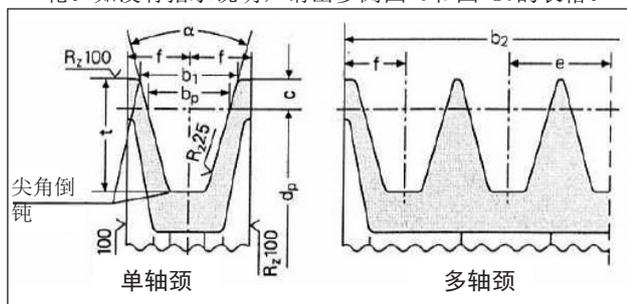

图 9
- a) 使用皮带制造商说明/建议轴颈尺寸的V型皮带用皮带轮。如没有指示说明，请出参阅图 9和图 10的表格。